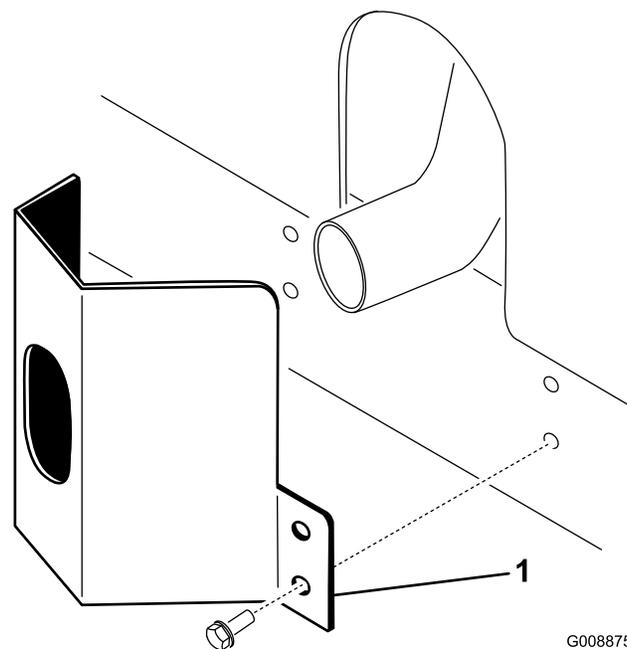

図 36
2. タップねじ本で固定する 図 36。
- フレームについている取り付け穴に合わせてマフラー部にガードを取り付ける 図 36。